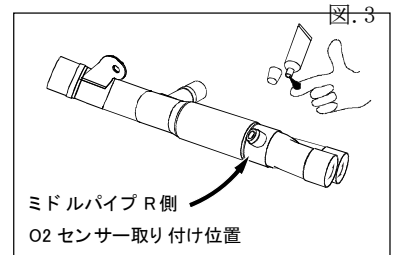

図. 4
- ② 図. 4 を参考にミドルパイプ L、R へ O2 センサーを取り付け、フロントパイプ差込部、ミドルパイプ差込部の内側に ME30(構成部品表 18 番)を適量塗布します。